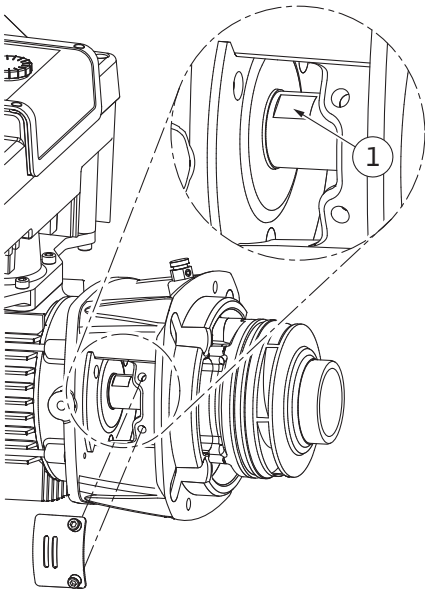

Fig. 106: Ključne površine na gredi
14. Viličasti ključ (vel. 22 mm) vstavite v odprtino laterne in držite gred na površinah ključa (Fig. 106, poz. 1). Izvijte matico tekača (Fig. I, poz. 22). Tekoč (Fig. I, poz. 21) se avtomatsko sname z gredi.
- Viličasti ključ (vel. 22 mm) vstavite v odprtino laterne in držite gred na površinah ključa (Fig. 106, poz. 1).
- Viličasti ključ (vel. 32 mm) vstavite v odprtino laterne (Fig. IV, poz. 38) in držite gred na površinah ključa (Fig. 106, poz. 1). Montirajte tekač s podložko/-ami in matico. Zategnite matico. Pazite, da ne zamaknete in s tem poškodujete drsnega obročnega tesnila.